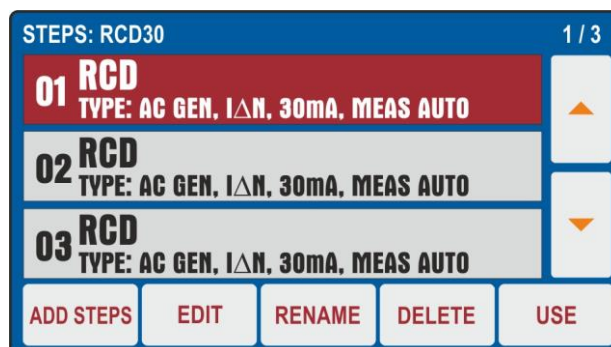

Fig. 20: Menù AUTOTEST – Inserimento misure nell'Autotest
4. Premere il tasto **EDIT** per aprire l'Autotest selezionato e includere l'insieme dei gruppi di test desiderato (**max 8 test**) oppure per modificarne uno esistente (vedere Fig. 20)